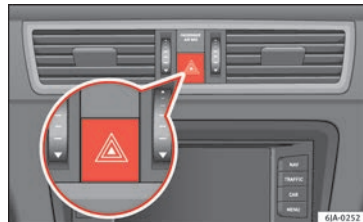

Abb. 135 Kombiinstrument: Schalter für Warnblinkanlage
- Drücken Sie den Schalter **▲** » **Abb. 135**, um die Warnblinkanlage ein- bzw. auszuschalten.